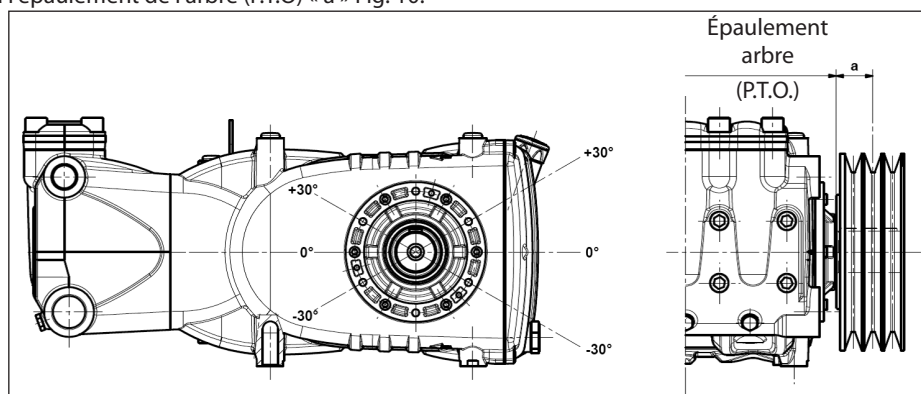

Fig. 10
La charge radiale sur l'arbre ne doit pas être supérieure à 4500 N (valeur nécessaire pour la définition du plan). La transmission est considérée appropriée si une telle charge est appliquée à une distance maximum de $a = 50$ mm de l'épaulement de l'arbre (P.T.O) comme l'indique la Fig. 10.
- b) Utiliser des courroies à haut rendement - par exemple **XPB** au lieu de **SPB** - car il sera nécessaire d'avoir une quantité inférieure de courroies égales à la puissance transmise et par conséquent une distance inférieure de la résultante par rapport à l'épaulement de l'arbre (P.T.O) « a » Fig. 10.